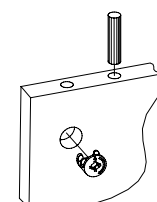

Рис. 2
2. Вставьте головки минификс и шканты в детали 3, 1 и 2(МБ-62, 63) (Рис. 2).